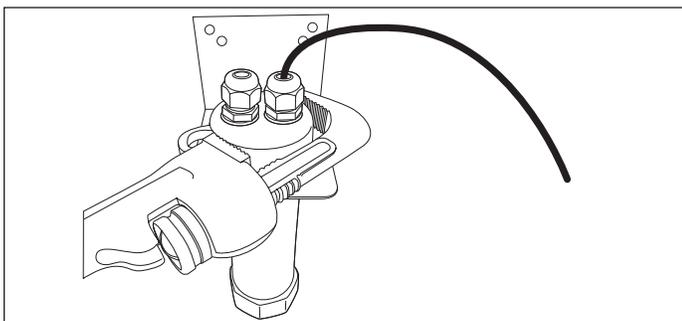

Figura 20-7
3. Use una llave para tubo para ajustar la tapa de la cámara del sensor de combustible. (Figura 20-7)